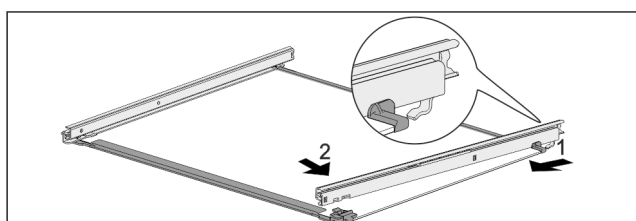

Fig. 125 Glasplade med skinner
- ▶ Fastgør skinnen bagtil. Fig. 125 (1)
- ▶ Lad skinnen gå i indgreb foran. Fig. 125 (2)